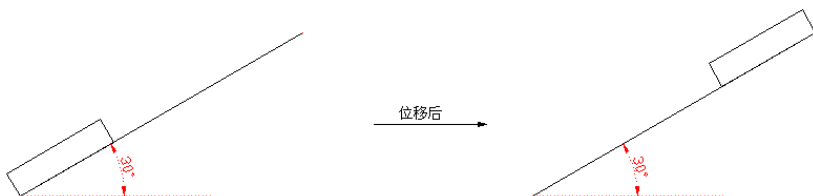

图 1.31 移动对象示例
在移动对象时，一般需要点的捕捉功能或点的输入功能，进行精确的位移对象，现将图 1.31 左图所示的矩形移动至图 1-31 右图所示的位置，学习使用【移动】命令。
(1) 绘制如图 1.31 (左) 所示的矩形和直线。
(2) 单击【修改】工具栏上的  按钮，激活【移动】命令，对矩形进行位移。命令行操作如下：
(3) 位移结果如图 1.31 (右) 所示。